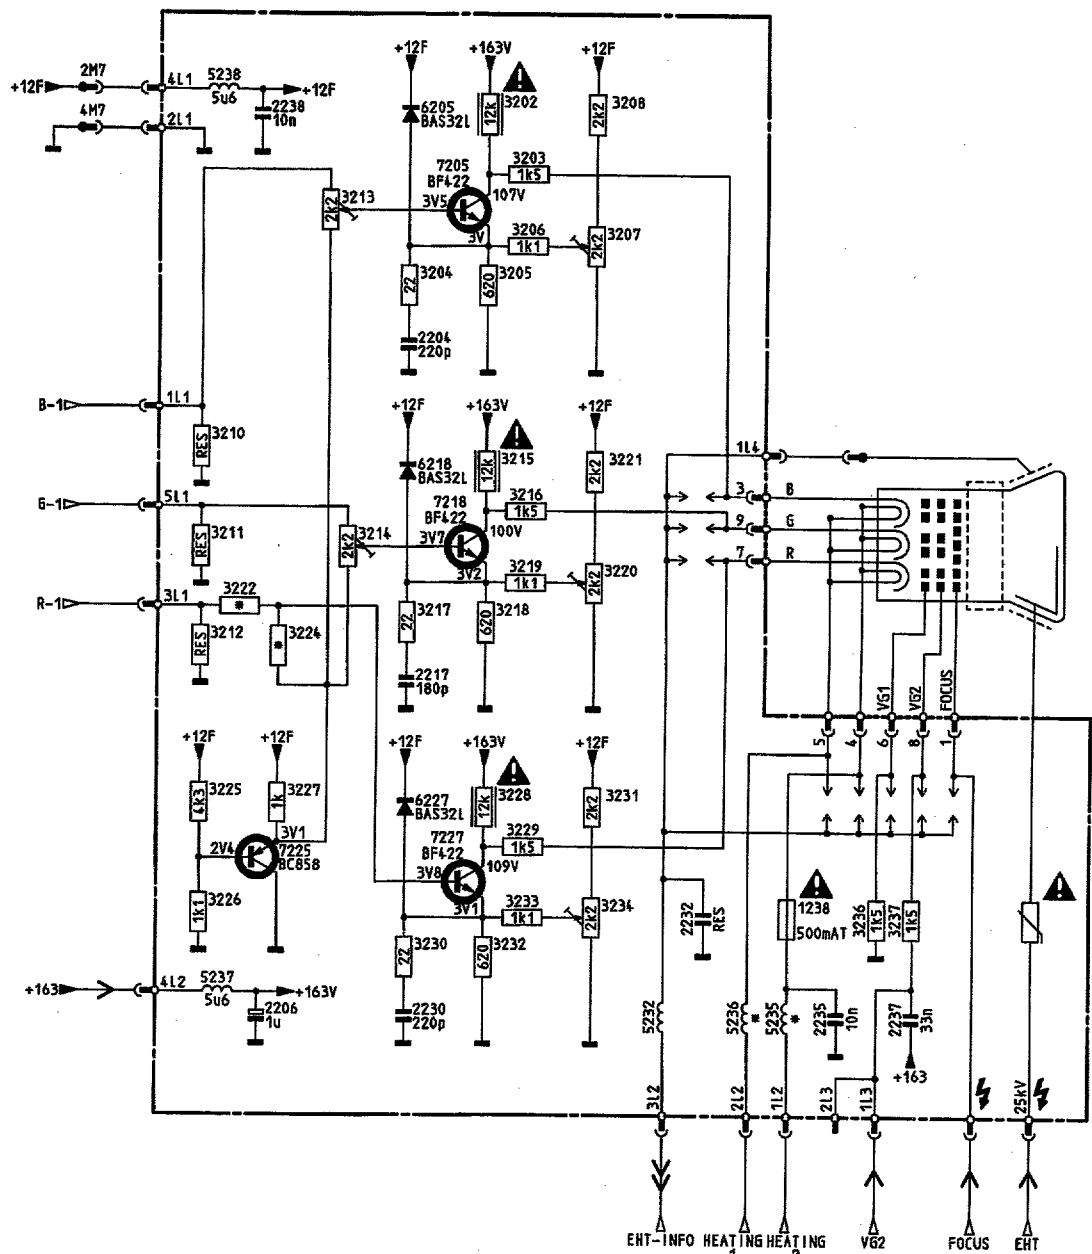

Fig. 5.6
5.5 Amplificateurs finaux RGB (Fig. 5.6)